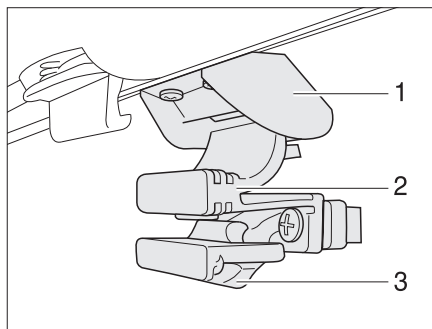

Fig. 49 Finestra nella porta di ingresso
- Premere la sicura (Fig. 49,3) verso il lato posteriore.
- Comprimere la maniglia (Fig. 49,2) e spingere la finestra verso il basso.
- Spingere la finestra verso l'alto fino a far innestare la maniglia (Fig. 49,2) nel bloccaggio (Fig. 49,1).